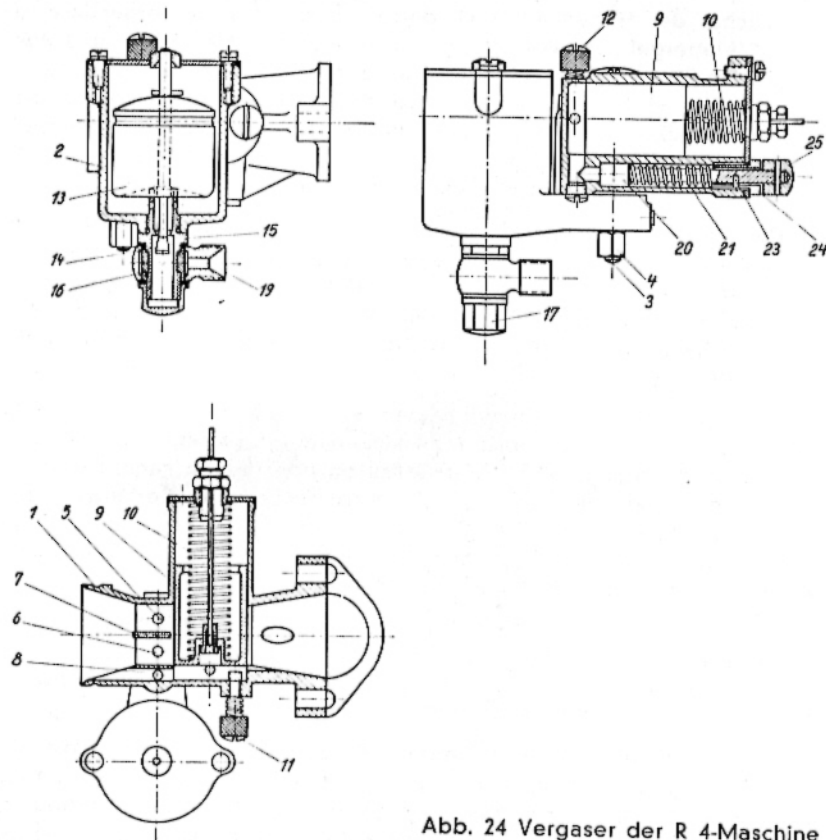

Abb. 24 Vergaser der R 4-Maschine
Beim Schwimmergehäuse der **R 3- und R 4-Maschine** schraubt man die Mutter **17** (Abb. 24) ab und reinigt das in dem Leitungsanschlußstück **19** befindliche Sieb mit Kraftstoff. Nach Abnehmen des Schwimmergehäusedeckels und Herausziehen des Splintes aus der Schwimbernadel kann auch hier letztere nach unten und der Schwimmer nach oben herausgenommen und gereinigt werden.
b) Vergaser der R 3- u. R 4-Maschine. Es wird ein Sum-Register-Vergaser mit drei Kraftstoffdüsen verwendet, dessen Bedienung mittels Bowdenzuges vom rechten Drehgriff aus erfolgt. Die drei Kraftstoffdüsen sind so zueinander abgestimmt, daß selbst bei Kraftstoffwechsel kein Düsenwechsel vorgenommen werden muß. Abb. 24.